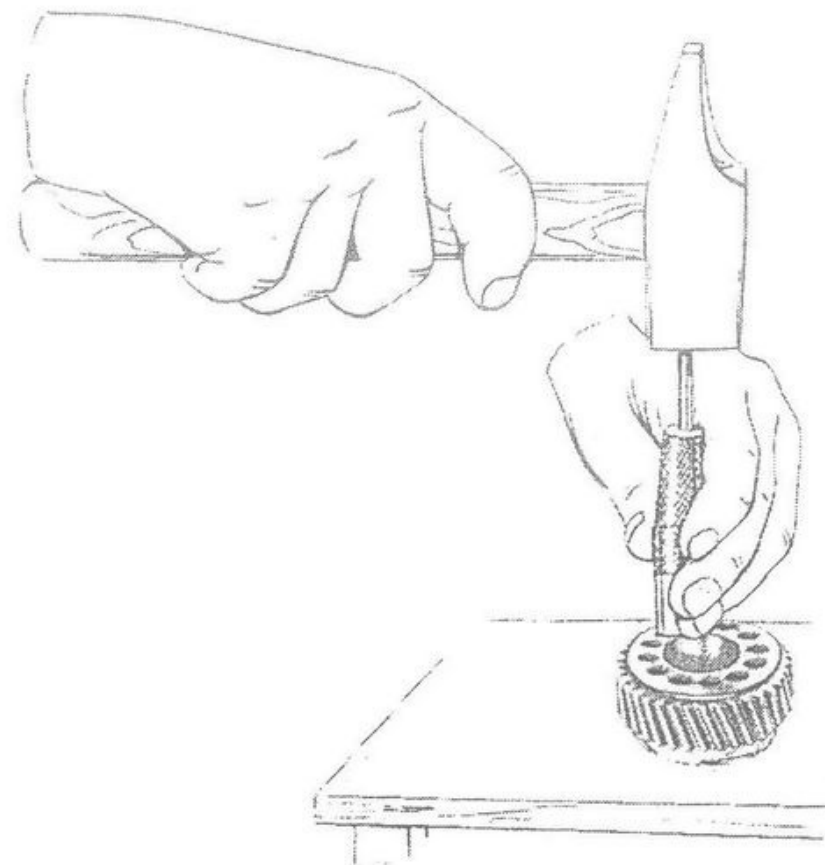

Fig. 22 - Montaggio del cilindretto sul pignone motore
- 3) mediante l'attrezzo 24715 composto da una spina e da un tubetto avente sezione interna ed esterna conica con misura atta a guidare il cilindretto in gomma viene operato il montaggio come dimostrato a fig. 22.